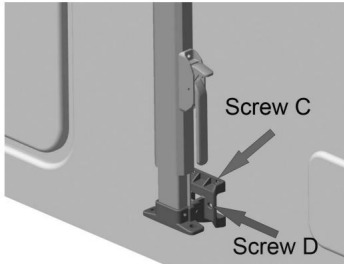
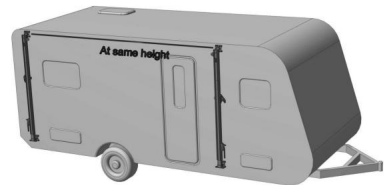

Figure C8
Figure C9
3.3 Retirez les supports inférieurs des bras, placez-les en position d'installation inférieure avec des plaques en aluminium, fixez-les avec la vis C et la vis D (Figure C8), puis assemblez le bras au support, fixez également les supports supérieurs avec la vis C et la vis D. Assurez-vous que les deux bras sont à la même hauteur. (Figure C9)